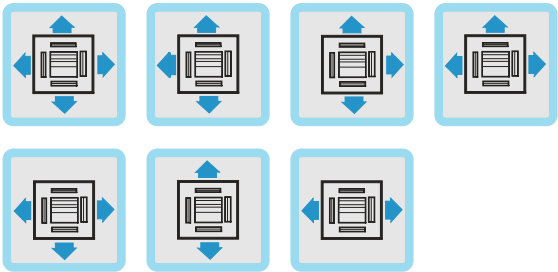

Figura 2.3
- 5. Basándose en la forma de la habitación, determine las direcciones de flujo de aire para el lugar de instalación. Vea la Figura 2.3 para el esquema de la dirección del flujo de aire. Si parte del venteo de aire debe estar bloqueado, puede insertar un deflector de aire en el purgador del cuerpo de la unidad para bloquear el flujo de aire. Vea Fig. 2.4